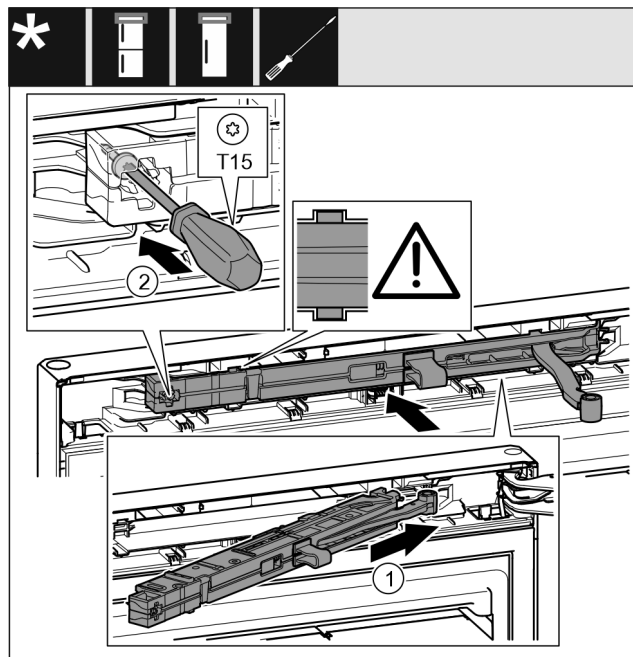

Fig. 30
- Jednotku tlumiče zavírání Fig. 30 (1) na straně stojanu ložiska zasuněte až na doraz šikmo do vybrání.
- Šroubovákem šroub Fig. 30 (2) pevně utáhněte.